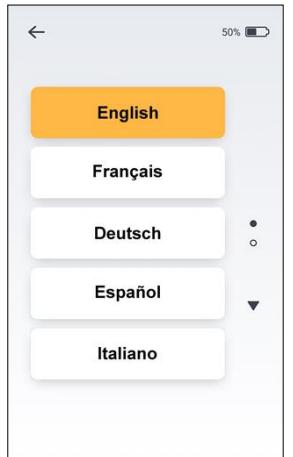

Fig. 14
- Selectați limba preferată din lista de limbi disponibile – vedeti Fig. 14.